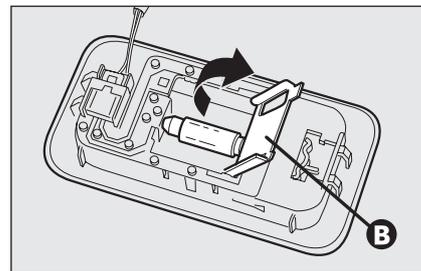

fig. 43
- aprire il coperchio di protezione **B-fig. 43** e sostituire la lampada svincolandola dai contatti laterali accertandosi che la nuova lampada risulti correttamente bloccata tra i contatti stessi;